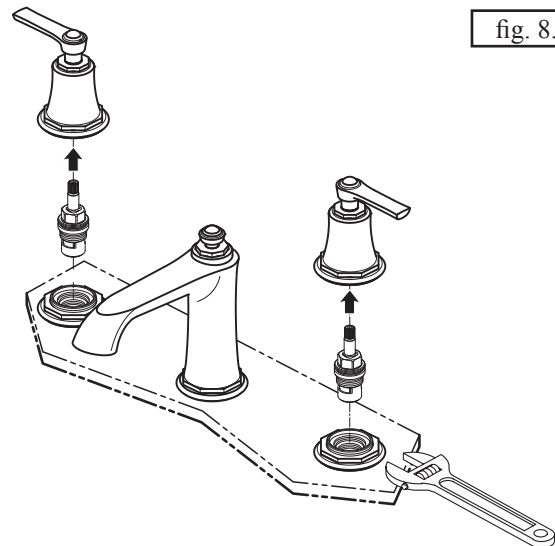

fig. 8.2
- Nettoyer le joint torique de la cartouche ou changer la cartouche si elle est endommagée (fig. 8.2).
- Changer la cartouche si elle est endommagée (fig. 8.2).
- Clean the cartridge o-ring or replace the cartridge if damaged (fig. 8.2).
- Replace the cartridge if damaged (fig. 8.2).